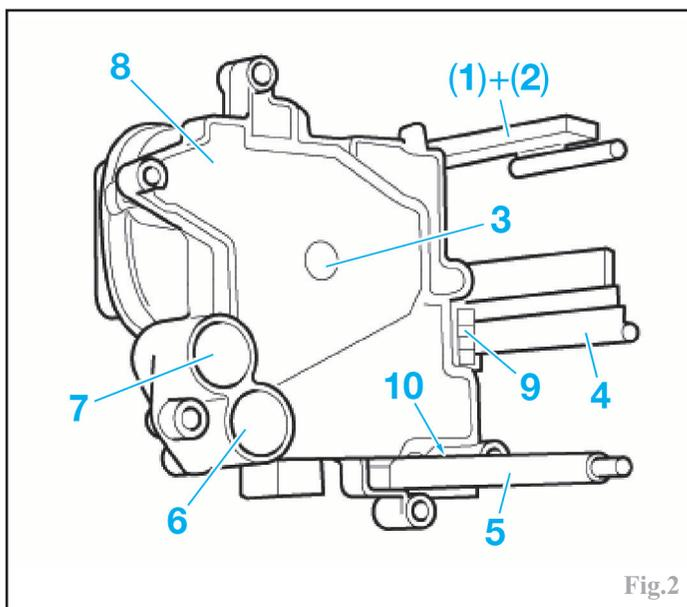

Fig.2
- le capteur 1 de régime en sortie de boîte (1) (Fig.2).
- le capteur 2 de régime et de sens de rotation en sortie de boîte (2).
- le capteur de température d'huile de transmission automatique (3).
- le contacteur multifonctions contenant 4 capteurs à effet Hall (4).
- le capteur de régime d'entrée de boîte (5).
- le capteur de pression hydraulique (6).
- le capteur de pression hydraulique d'embrayage (7).
- le calculateur de transmission automatique (8).
- le connecteur de la vanne de commande d'embrayage (9).
- le connecteur de la vanne de commande de variation de démultiplication (10).
Le capteur de régime de l'arbre secondaire est intégré au calculateur de la transmission automatique (Fig.2). Il est placé en regard d'une bague magnétique polarisée (32 pôles) située sur l'arbre secondaire. Il sert à déterminer le régime de rotation de l'arbre secondaire afin de déterminer le rapport de démultiplication adapté aux différentes conditions de roulage mais aussi à déterminer la vitesses du véhicule.
Il est intégré au calculateur de la transmission automatique (Fig.2). Il utilise la même bague polarisée que le capteur de régime mais il est déphasé de 25% par rapport à une période au capteur (G195). Il sert à déterminer le sens de rotation de l'arbre secondaire et donc à distinguer la marche avant de la marche arrière. Il sert également à déterminer le régime de l'arbre secondaire en cas de défaillance du capteur régime (G195).
Le capteur de régime de l'arbre primaire est intégré au calculateur de la transmission automatique (Fig.2). Il est placé en regard d'une bague magnétique polarisée (40 pôles) située sur l'arbre primaire. Il sert à mesurer le régime de rotation de l'arbre de poulie d'entrée afin de déterminer le rapport de démultiplication adapté aux différentes conditions de roulage.
Il est intégré au calculateur (7) (Fig.2) et transmet à celui-ci, la pression hydraulique des embrayages de marche avant et arrière, il sert également de surveillance à la fonction d'embrayage. En cas de défaillance de ce capteur, la vanne de sécurité est actionnée.
Il est intégré au calculateur (6) (Fig.2) et transmet à celui-ci, la pression hydraulique régulée par le capteur de couple et sert à établir précisément le couple en entrée de la transmission. Sa fonction est de réguler également la pression d'embrayage pour certaines conditions d'avancement du véhicule (avancement sur le régime de ralenti par exemple). En cas de défaillance de ce capteur, le calculateur est en mode dégradé et se sert de valeurs mémorisées pour réguler la fonction d'embrayage.